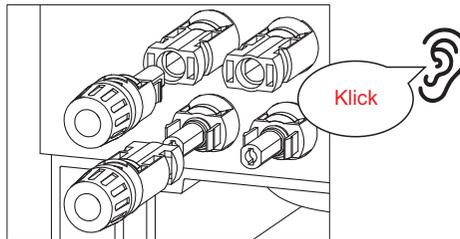

Abbildung 4.12
7. Schließen Sie die verdrahtete Gleichstromklemme wie in Abbildung 4.12 gezeigt an den Wechselrichter an und achten Sie auf ein "Klick", das anzeigt, dass sie fest angeschlossen ist.